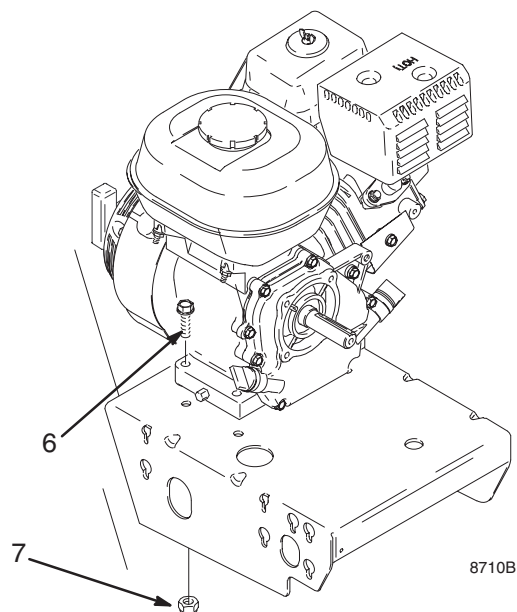

Abb. 15
3. Abb. 15. Die zwei Sicherungsmuttern (7) und Schrauben (6) aus dem Motorsockel entfernen.
2. Abb. 15. Zwei Schrauben (6) in den Motorsockel eindrehen und mit Sicherungsmuttern (7) befestigen. Mit 22,6 Nm anziehen.